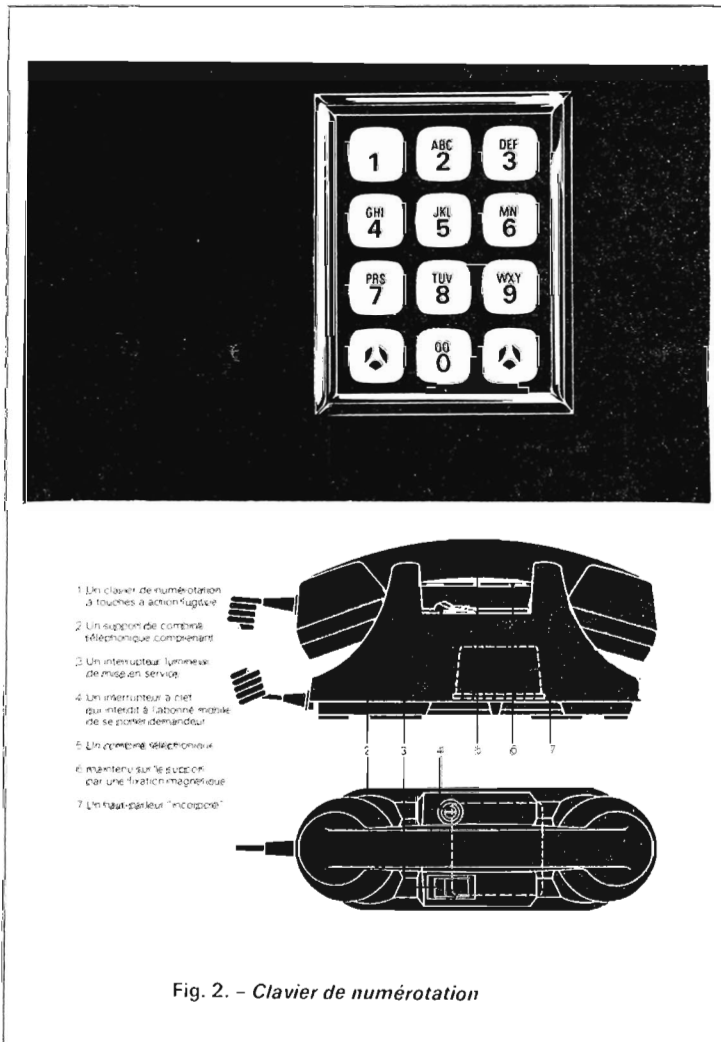

Fig. 2. - Clavier de numérotation
- 1 - Le clavier de numérotation (fig. 2)